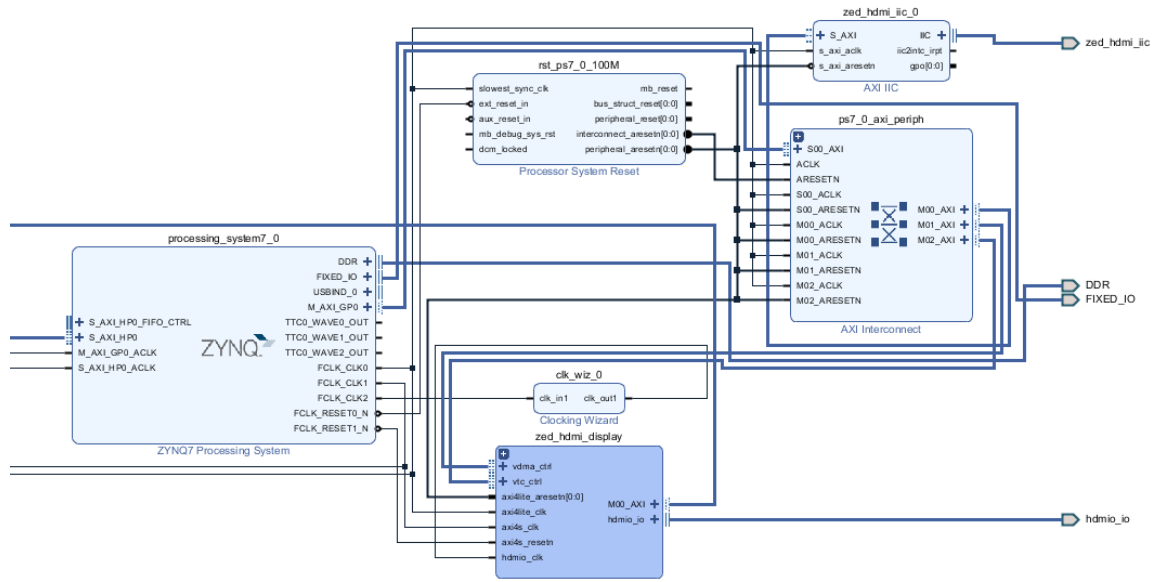

FIGURE 11 – Design après l'ajout du pipeline HDMI.
23. Votre design devrait maintenant ressembler à la figure 11.